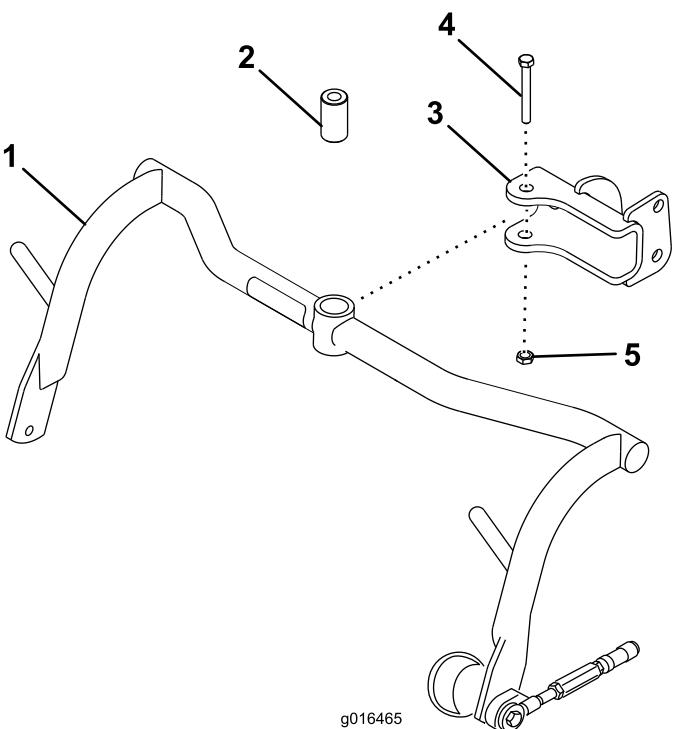

Figura 8
1. Monte un conjunto de bastidor de tiro en cada horquilla con un suplemento, un perno de 1/2 x 3-1/4 pulgadas y una contratuerca de 1/2 pulgada (Figura 8). Apriete a 91–113 Nm.